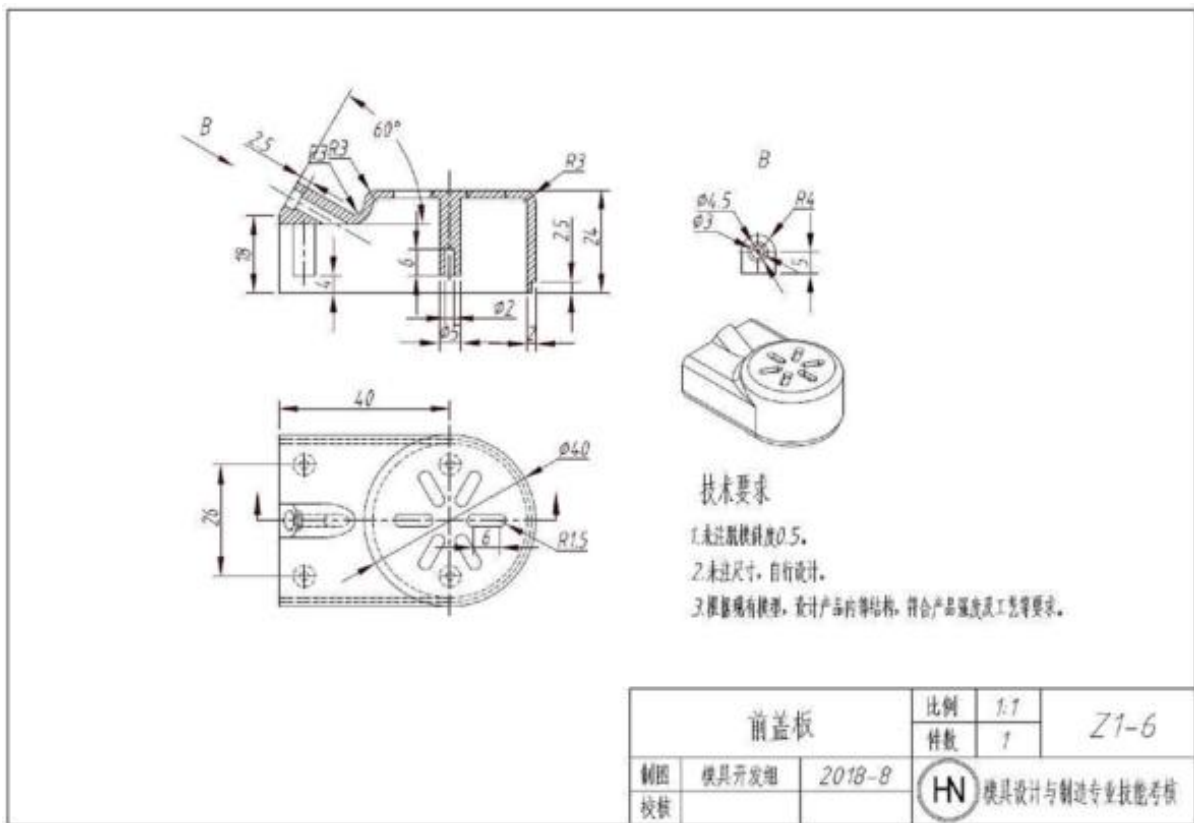

图 Z1-6 前盖板
按照图 Z1-6 的要求，对前盖板进行产品造型、结构设计与 3D 打印。
(1) 在 F 盘下建立考生文件夹，文件夹名称为“场次-工位号-3DDY”，产品设计与 3D 打印的结果文件均保存于此文件夹中，否则计零分；
(2) 根据图 Z1-6，使用 CAD 软件完成产品的三维建模；
(3) 进行产品改进设计：设计加强筋，在顶面合适部位设计凸起的“3D 打印”文字标志，使产品符合强度及工艺性等要求。设计的产品模型以文件名“Z1-6”保存在考生文件夹中；
(4) 将产品三维模型转换为 3D 打印机可识别的格式，保存在考生文件夹中；
(5) 正确载入模型，调整到最佳位置；
(6) 合理设置与调整打印参数，充分考虑材料的利用率；
(7) 正确操作 3D 打印机，完成模型打印；
(8) 对打印的零件进行后处理（含去支撑、粘接等），不能对产品零有损伤；
(9) 产品材料：ABS。